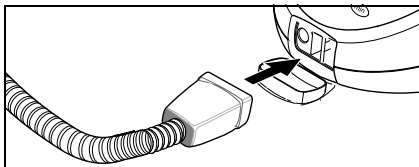

Fig. 5
- Sæt dampstikket (C7) fast i damprense-stik (A1). Dampstikket skal gå i hak på låget til stikdåsen (se fig.5).